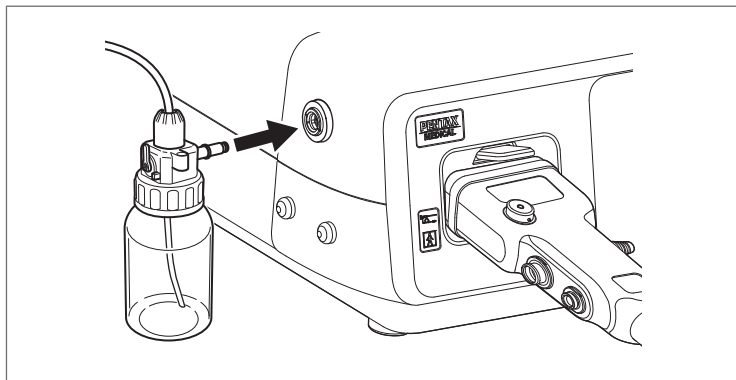

Рис. 3.10
3. Убедитесь, что уплотнительное кольцо закреплено на конце воздушной трубки блока ёмкости для воды, а затем вставьте до щелчка воздушную трубку в гнездо ёмкости для воды на процессоре так, чтобы она защёлкнулась в нужном положении (рис. 3.10).